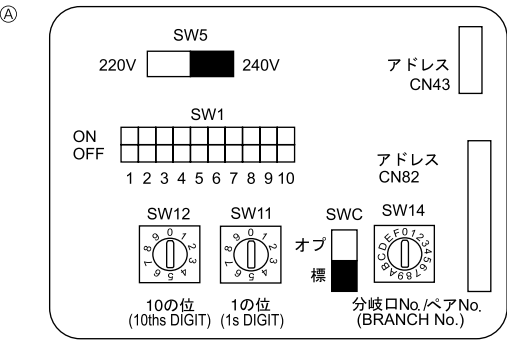

Рис. 4-4
- ① Пульт дистанционного управления "MA"
- ② Пульт дистанционного управления "M-NET"
4.5. Установка адресов (Рис. 4-4)
4.6. Определение температуры в помещении встроенным датчиком пульта дистанционного управления (Рис. 4-4)